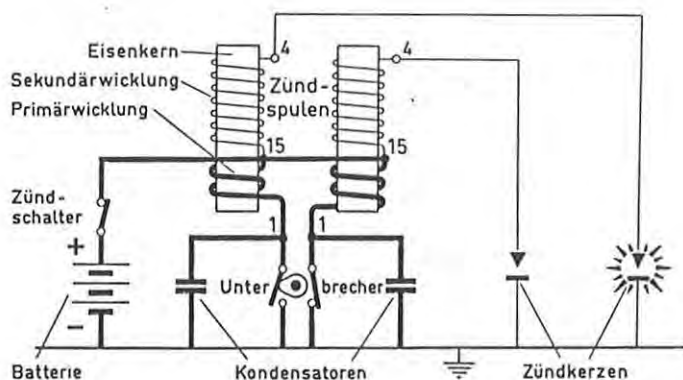

Abb. 383 Schaltbild einer Batteriezündanlage mit Zweifach-Zündunterbrecher für Zweizylindermotoren
- Abb. 383 Die Unterbrecher sind elektrisch getrennt. Jeder arbeitet mit einer Zündspule zusammen. Der Unterbrechernocken betätigt bei seinem Umlaufe abwechselnd die beiden Unterbrecher.